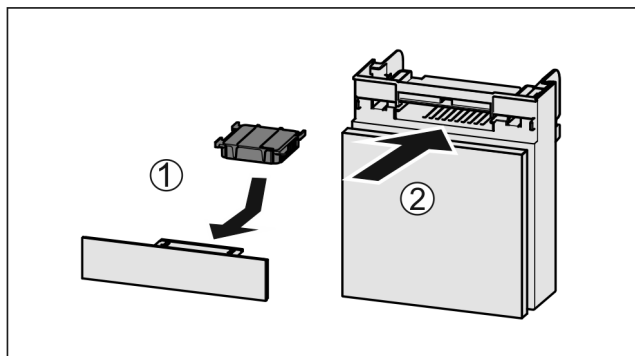

Fig. 146
- Установите фильтр с активированным углем, как показано на рисунке Fig. 146 (1).
- Вставьте отделение Fig. 146 (2).